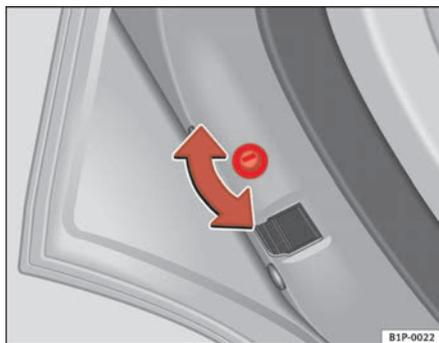
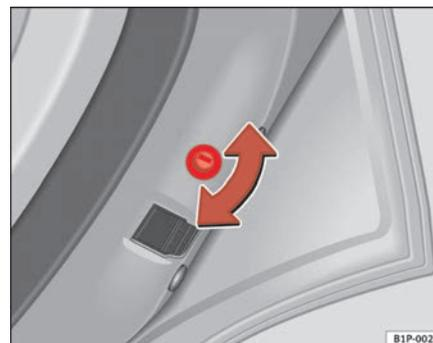

Fig. 60 Seguro para niños de la puerta izquierda
Fig. 61 Seguro para niños de la puerta derecha
- Con la puerta abierta, gire la ranura con la llave del vehículo en sentido horario para puertas izquierdas y anti-horario para las puertas derechas. ⇒ fig. 60, ⇒ fig. 61.
- Con la puerta abierta, gire la ranura con la llave del vehículo en sentido horario para puertas derechas y anti-horario para las puertas izquierdas. ⇒ página 103, fig. 60, ⇒ página 103, fig. 61.